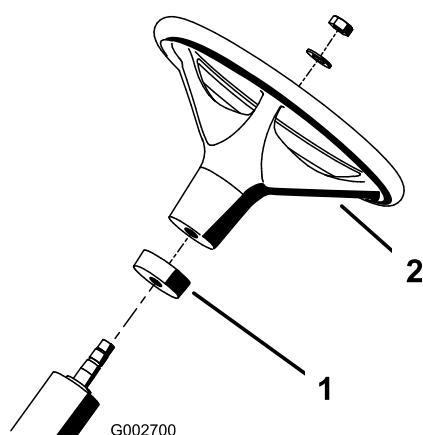

Figure 2
2. Glissez la bague en mousse sur l'arbre de direction (Figure 2).
- Glissez le volant sur l'arbre de direction (Figure 2).
- Fixez le volant à l'arbre de direction avec une rondelle et un contre-écrou (Figure 2). Vissez le contre-écrou à 27-35 Nm.